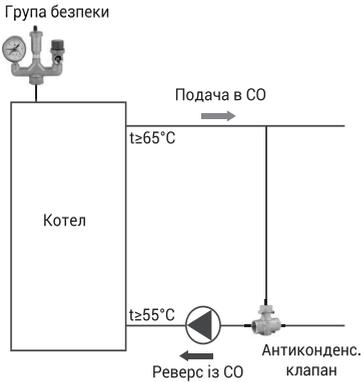
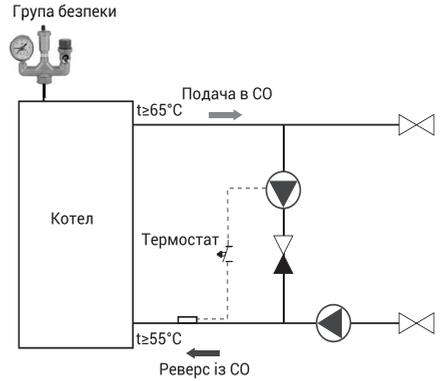
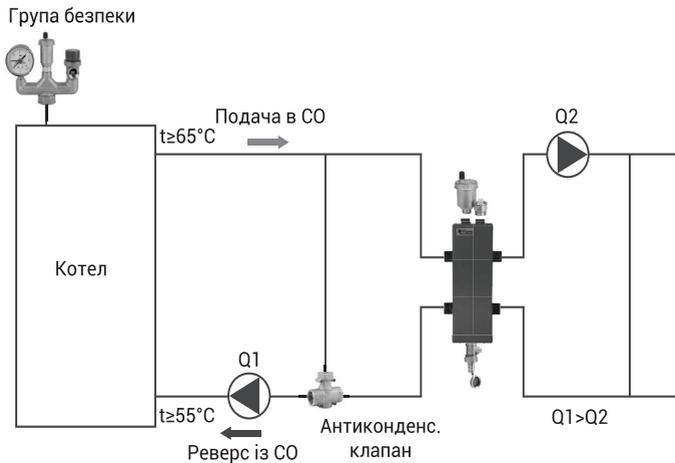

Рис. 2. Схема з байпасом та антиконденсаційним клапаном
Рис. 3. Схема з байпасом та насосом
Рис. 4. Схема з гідравлічним роздільником
Для правильного під'єднання котла до опалювальної системи необхідно дотримуватися таких умов: температура в котлі не повинна бути нижче 65 °C, а температура води на поверненні в котел — не нижче 55 °C. Це обумовлено конденсацією водяної пари на холодних стінках котла (так зване потіння котла), що викликає скорочення терміну його служби. Це явище можна попередити, якщо встановити вищу температуру води в котлі і регулюючи температуру в окремих приміщеннях за допомогою термостатичних клапанів або застосування змішувальних систем, наприклад у вигляді обхідного містка (рис. 2), дозуюче-змішувального насоса (рис. 3), гідравлічного роздільника (частковий захист) особливо в великих системах центрального опалення з великою кількістю води (рис. 4).
3. Для запобігання утворенню конденсату в котлі необхідно в системі забезпечити температуру води патрубку повернення не нижче  $55 \text{ }^\circ\text{C}$ . Схеми захисту наведені на рис. 2 та рис. 3.